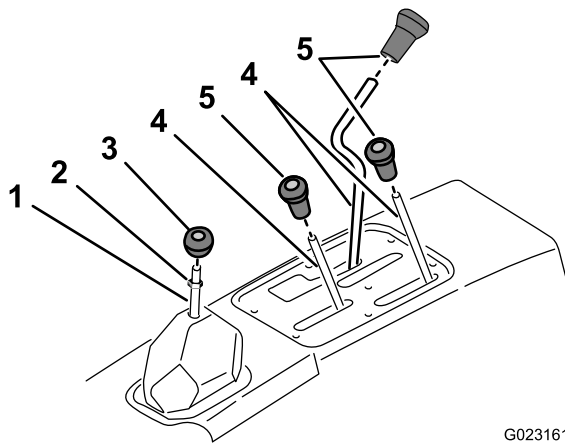

Figura 6
2. Desaparafuse e retire todos os manípulos das alavancas da consola e de alavanca de mudanças (Figura 6).
3. Remova a porca de bloqueio da alavanca de mudanças (Figura 6).